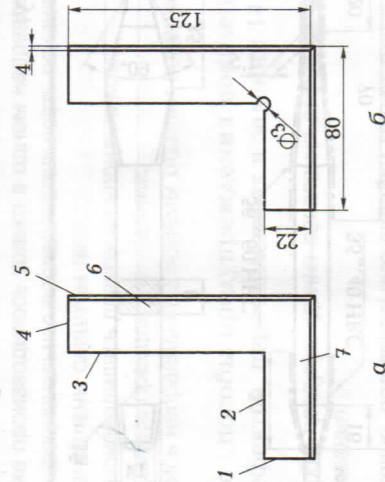

Рис. 1.3. Слесарный угольник:
11. Составьте инструкционную карту изготовления из листового проката слесарного угольника, изображенного на рис. 1.3.